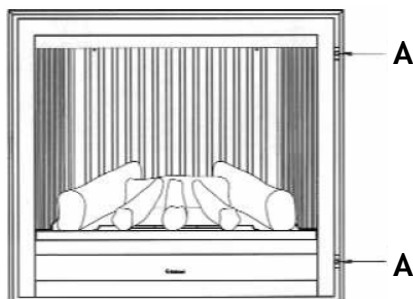

Fig.13
- 1) Verwijder de draaieur door de 2 schroeven A (zie fig. 13) los te draaien en uit zijn scharnier te tillen.